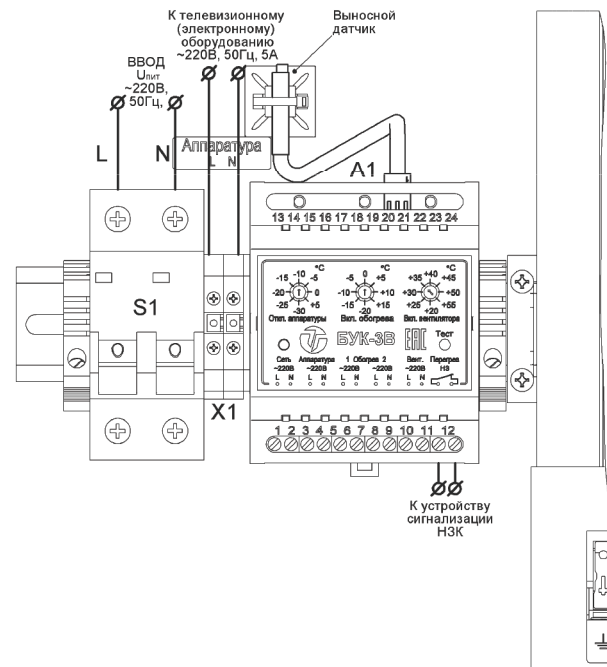
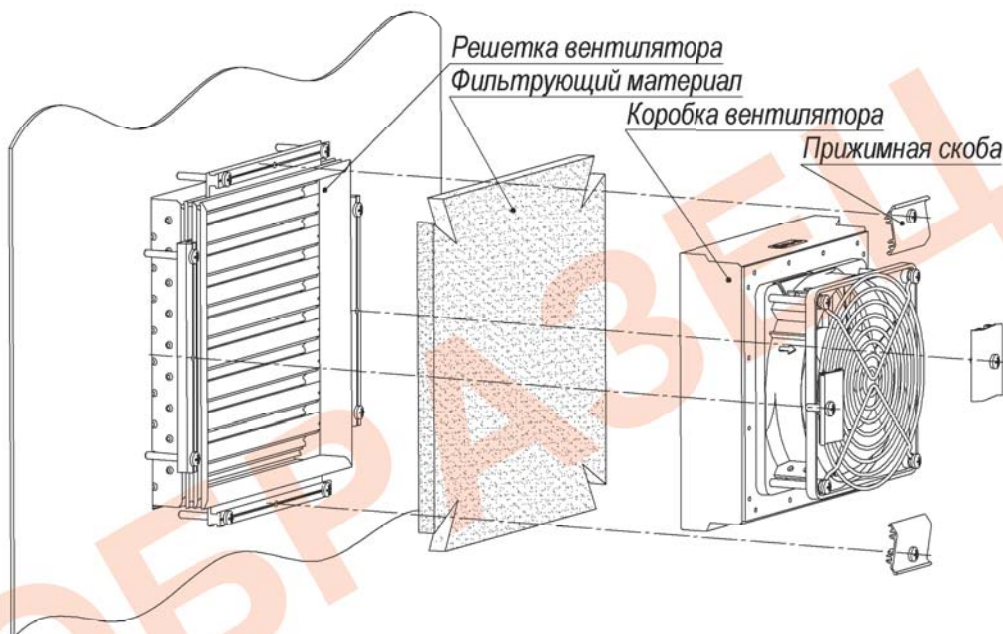

Рис.2. Подключение термощафа
Рис.3 Замена фильтрующего элемента ВТШ-125
3. Отсоединить провода кабеля К1 (рис.3) от колодки вентилятора ВТШ-125.
Подключение термощафа производится в соответствии со схемой электрической принципиальной (рис.3) и рис.2. Для подключения необходимо:
Для замены фильтрующего элемента (рис.3), необходимо: